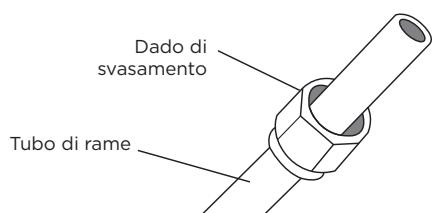

Fig. 6.5
3. Posizionare i dadi torcia su entrambe le estremità del tubo. Assicurarsi che siano rivolti nella giusta direzione, perché non è possibile riposizionarli dopo lo svasamento. Vedi Fig. 6.5